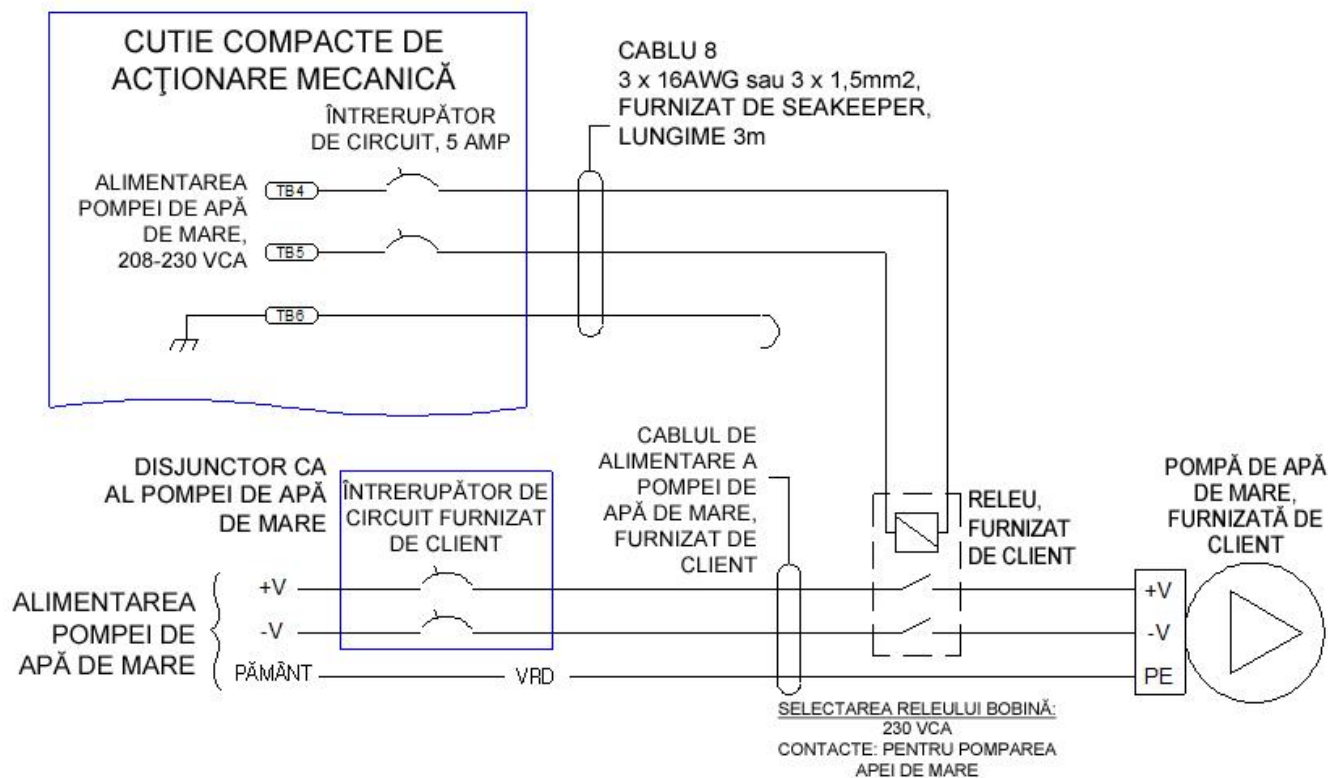

FIGURA 7 – CABLARE RECOMANDATĂ PENTRU POMPE DE APĂ DE MARE PROIECTATE CARE NU AU CARACTERISTICA 230 VCA
- iii. În Figura 7 este prezentată cablarea recomandată. Referiți-vă la Figura 5 pentru informații privind conexiunile conductoarelor CABLULUI 8.